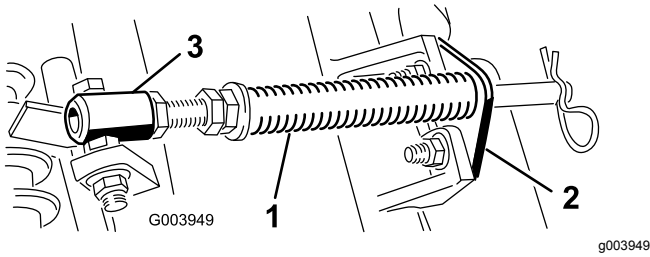

Figure 4
- A. Retirez les 2 boulons de carrosserie et les écrous qui fixent le support de tige aux pattes de l'unité de coupe (Figure 4).
- B. Retirez l'écrou à embase qui fixe le boulon du tube de ressort à la patte du bâti porteur (Figure 4). Déposez le tout.